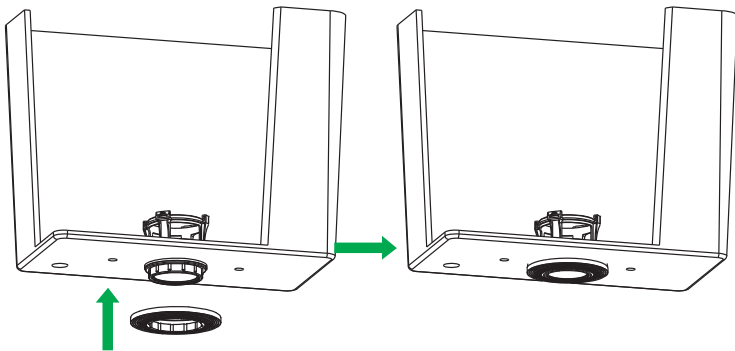

Рис. 15 / 15-сур.
1. Установите резиновую прокладку с наружной стороны дна бачки, как показано на рис. 15.